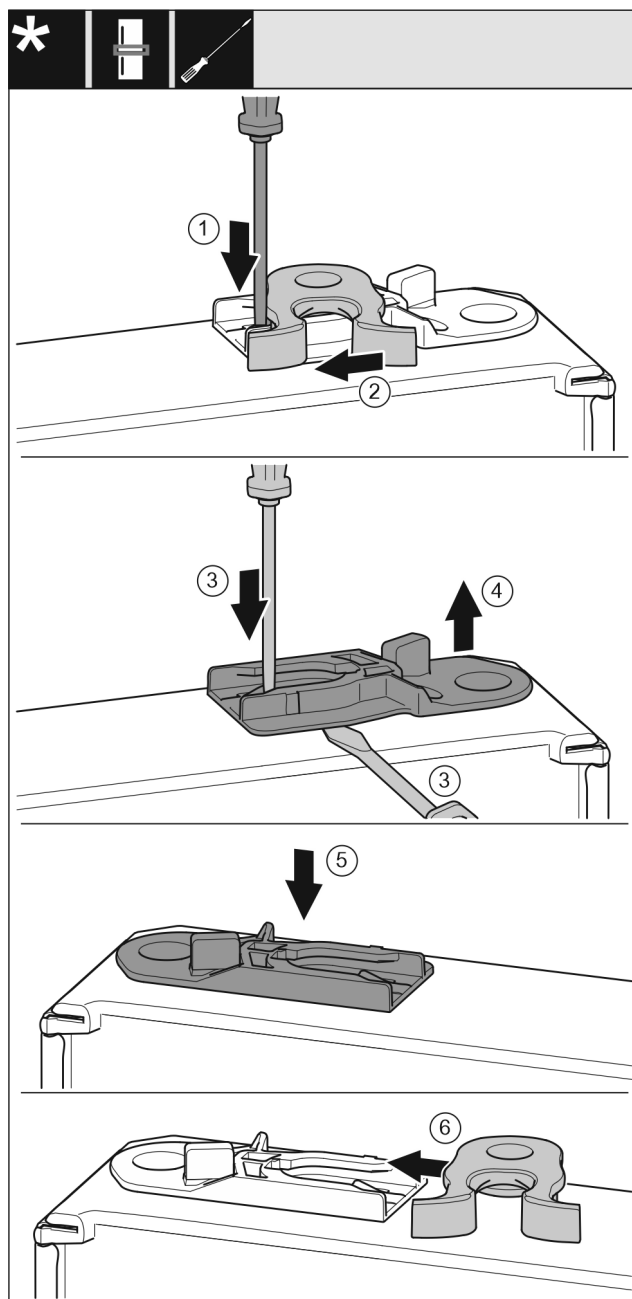

Fig. 52 *
- Spiediet ar plakano skrūvgriezi mēlīti Fig. 52 (1) uz leju.*
- Izvelciet aizvēršanas āķi Fig. 52 (2) no vadotnes.*
- Izvelciet vadošo ieliktni Fig. 52 (3, 4): spiediet ar plakano skrūvgriezi mēlīti un vienlaikus ar plakano skrūvgriezi virziet zem vadošā ieliktna.*
- Iebīdiet piegādes komplektācijā klātpievienoto vadošo ieliktni Fig. 52 (5) ierīces otrajā pusē.*
- Iebīdiet aizvēršanas āķi Fig. 52 (6) vadotnē.*